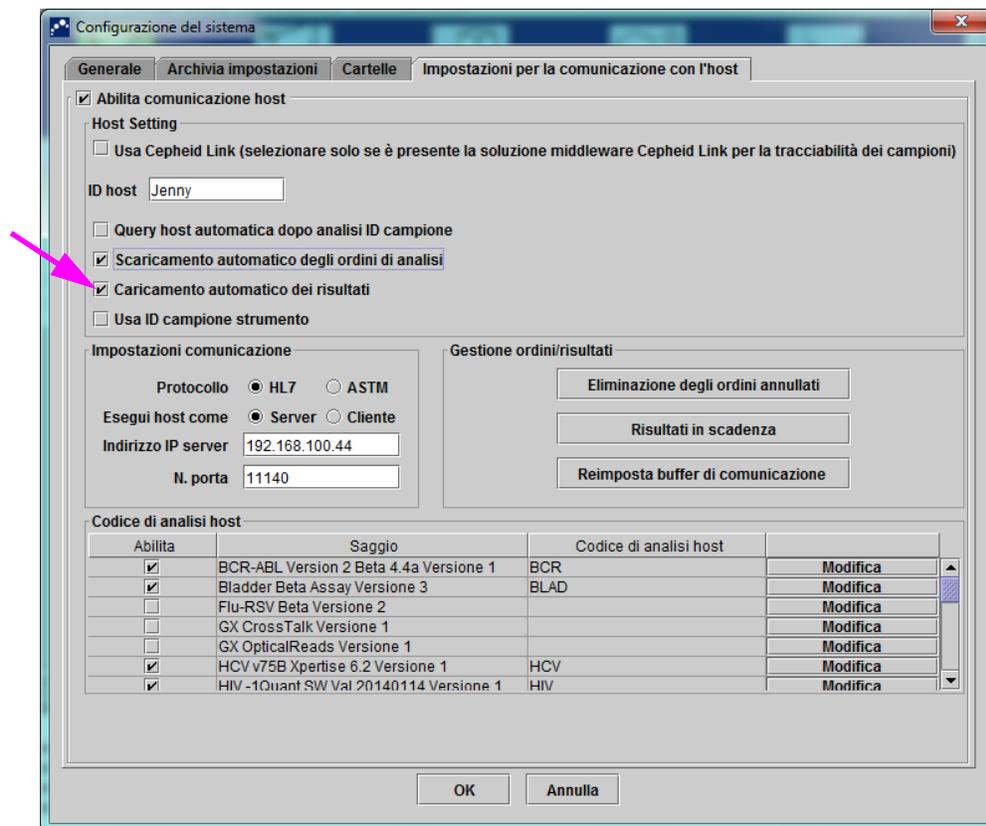
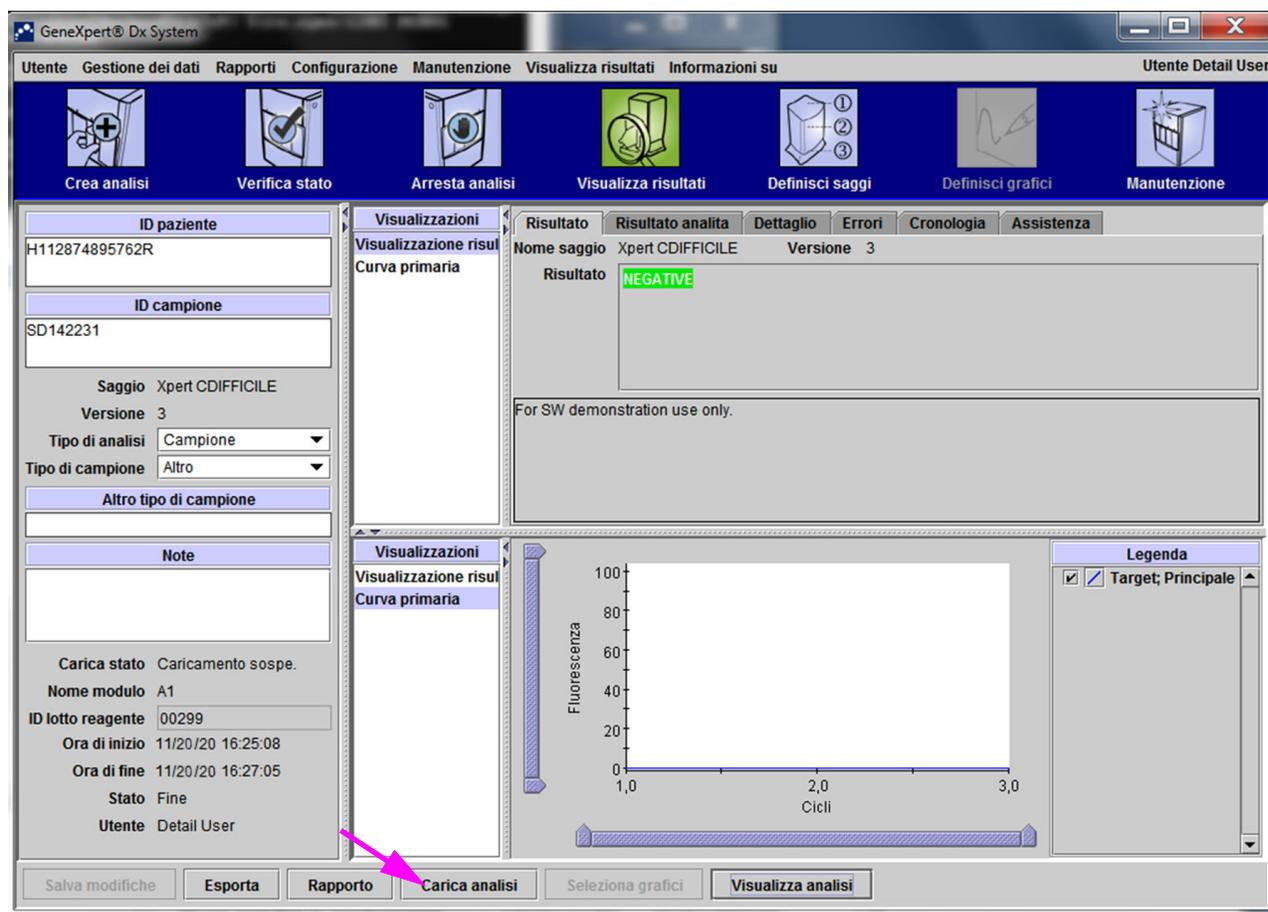

Figura 5-98. Caricamento automatico dei risultati
Figura 5-99. Stato di caricamento nell'host visualizzato nell'area delle informazioni sul test della finestra Visualizza risultati
Al termine del test, il risultato verrà automaticamente caricato. Lo stato di caricamento è visualizzato nell'area delle informazioni sul test della finestra Visualizza risultati. Vedere la Figura 5-98.
2. Fare clic su **Carica analisi** nella finestra Visualizza risultati (vedere la Figura 5-98). Verrà visualizzata la finestra Selezione le analisi da caricare sull'host, che mostra i test completati. Vedere la Figura 5-99.